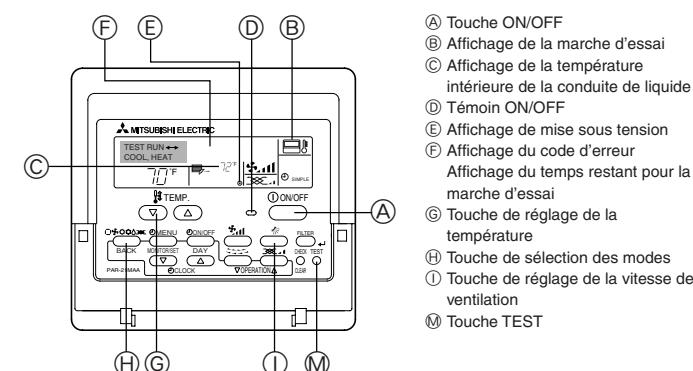

Fig. 7-1
7.2. Marche d'essai (Fig. 7-1)